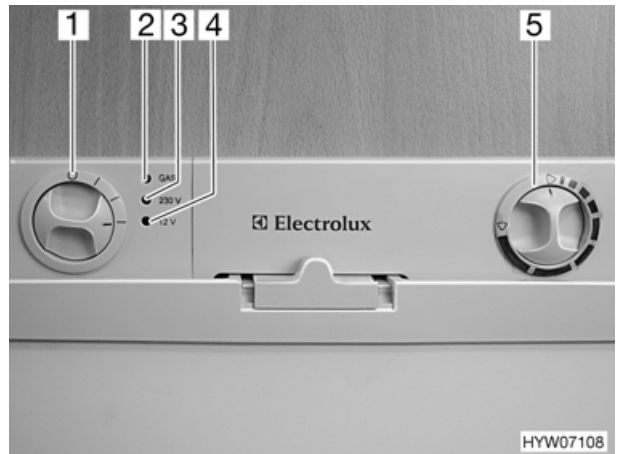

Bild 85 Bedienelemente für Kühlschrank (Variante 3)
- Energie-Wahlschalter (Bild 85,1) auf "GAS" stellen.
- Drehregler (Bild 85,5) auf maximale Leistung stellen. Die Gaszufuhr ist geöffnet. Der Zündvorgang erfolgt automatisch. Ein tickendes Geräusch ist hörbar, bis der Zündvorgang erfolgreich abgeschlossen ist. Die Betriebsanzeige "GAS" (Bild 85,2) leuchtet gelb.
- Energie-Wahlschalter (Bild 85,1) auf "0" stellen. Das Gerät ist abgeschaltet.
- Energie-Wahlschalter (Bild 85,1) auf "230 V" stellen. Die Betriebsanzeige "230 V" (Bild 85,3) leuchtet grün.
- Kühltemperatur mit dem Drehregler (Bild 85,5) einstellen.
- Energie-Wahlschalter (Bild 85,1) auf "12 V" stellen. Die Betriebsanzeige "12 V" (Bild 85,4) leuchtet grün.